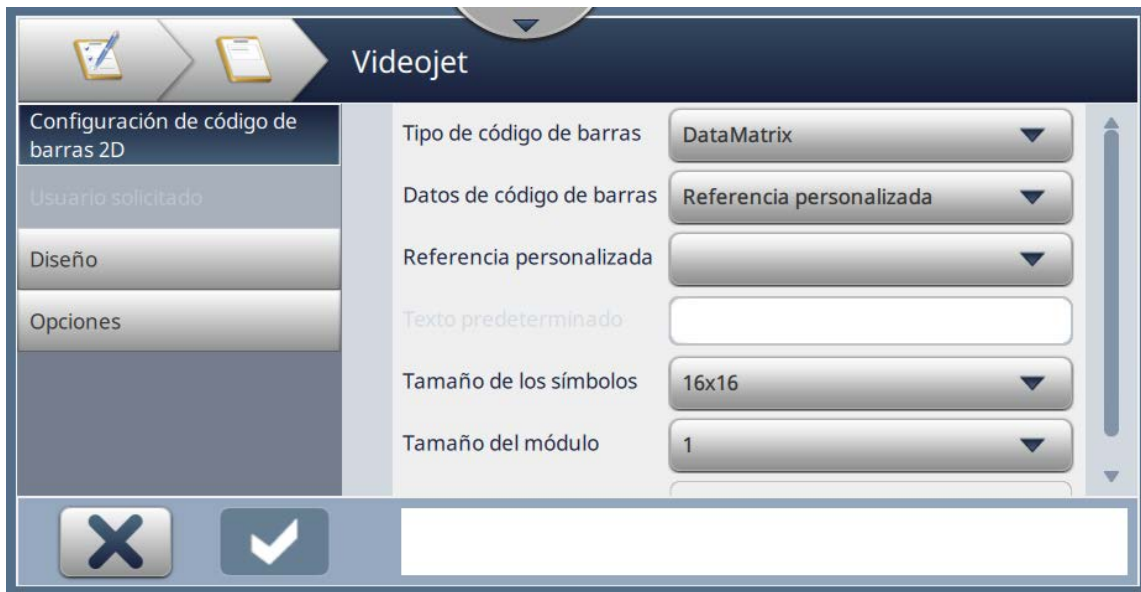

Figura 6-11: Pantalla Configuración de código de barras 2D
- La pantalla Configuración de código de barras 2D permite al usuario seleccionar la referencia personalizada, como se muestra en la Figura 6-11.